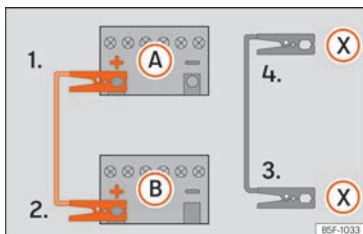

Abb. 46 Anschlusschema für Fahrzeuge mit Start-Stopp-System.
- 4b. Bei Fahrzeugen mit Start-Stopp-System: ein Ende des schwarzen Starthilfekabels (X) an einen geeigneten Masseanschluss, ein massives, fest mit dem Motorblock verschraubtes Metallteil oder an den Motorblock selbst anklennen » » Abb. 46.
5. Klemmen Sie das andere Ende des schwarzen Starthilfekabels (X) im Fahrzeug mit der entladenen Batterie an ein mit dem Motorblock verschraubtes, massives Metallteil oder an den Motorblock selbst, aber so weit wie möglich von der Batterie (A) entfernt an.